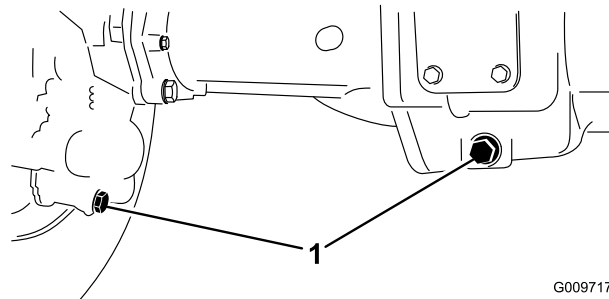

Figura 67
- Pulite attorno ai tre tappi di spurgo, uno per lato ed uno in centro (Figura 67).